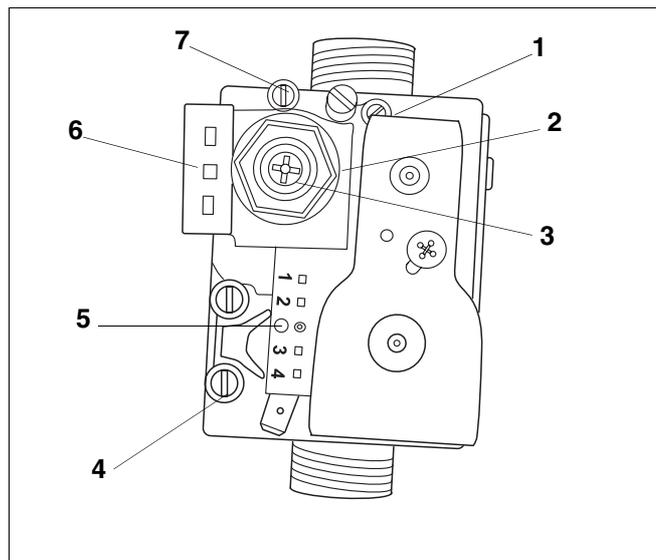

Fig. 23 Apparecchiatura del gas SIT
- Girare la vite di regolazione per il pieno carico (fig. 23 a pagina 26) di ca. 3 giri in senso antiorario (solo conversione da gas liquido a metano).
- Dopo ca. 2,5 min. (fine Slow-Step) ruotare lentamente il potenziometro "Massima potenza termica" nella direzione massimo, controllare la pressione degli ugelli e dopo il raggiungimento del fabbisogno di calore massimo regolare il carico massimo con la vite di regolazione attenendosi alla documentazione (fig. 23 a pagina 26).
- Ruotare la vite di regolazione per il pieno carico (fig. 23 a pagina 26) di ca. 7 giri in senso antiorario.
- Ruotare in senso orario verso l'interno la vite di regolazione per il pieno carico (fig. 23 a pagina 26) fino all'arresto.
- Collegare il manometro al nippel di prova della valvola combi del gas (fig. 23, pos. 7).
- Confrontare la pressione nel manometro con la tabella della pressione degli ugelli (tab. 4 e tab. 5) ed eventualmente correggerla con un regolatore per il pieno carico (fig. 23, pos. 2).
- Regolare il potenziometro "Massima potenza termica" (fig. 21, pos. 2 a pagina 20) sulla minima potenza nel regolatore per il carico minimo (fig. 23, pos. 3) (in senso antiorario finché non si blocca).
Legenda alla fig. 23: